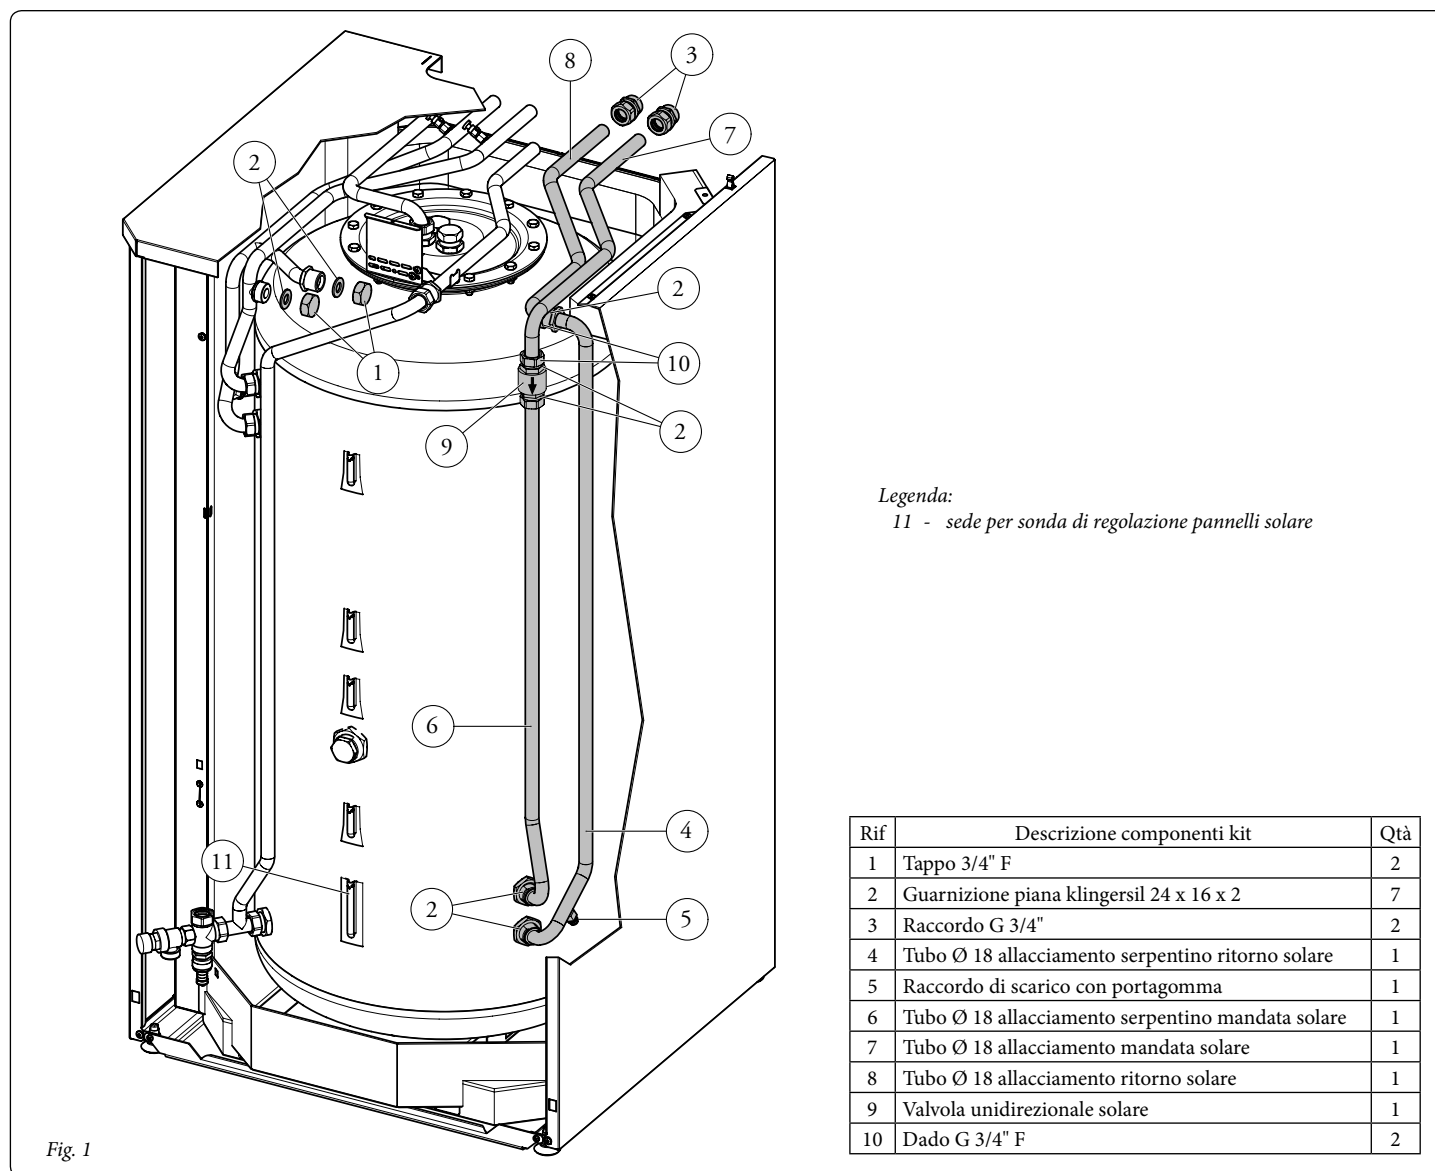

Fig. 1
Per effettuare il collegamento e l'installazione del kit pannelli solari sull'unità bollitore occorre procedere nel seguente modo (fig. 1):
- Montare i tappi da 3/4" (1) con relative guarnizioni (2) sui raccordi rimasti liberi dei tubi di collegamento serpentino superiore.
- Collegare ora i tubi (4,6,7 e 8) presenti nel kit come riportato in fig. 1 ricordandosi di inserire nella giunzione dei tubi (6 e 7) la valvola unidirezionale solare (9), accertando che abbia la freccia rivolta verso il basso, e ricordando inoltre di interporre le guarnizioni (2) presenti all'interno del kit tra le varie giunzioni dei tubi.
- Collegare i tubi (7 e 8) all'impianto pannelli solari tramite i raccordi a tenuta radiale da 3/4" (3) in dotazione nel kit.